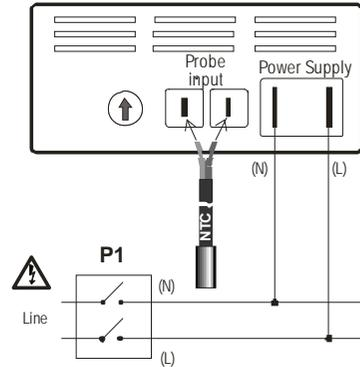

Fig.1
3. INSTALLAZIONE – VERSIONE 230V O 115 (FIG.1)
3. ⚠ **Disinserire l'alimentazione del quadro attraverso l'interruttore generale (P1 in Fig.1).**
11. Se possibile si consiglia di collegare la fase (L) al fast-on di destra e il neutro (N) al fast-on di sinistra come indicato.
5. DISINSTALLAZIONE E SOSTITUZIONE SONDA (FIG.1)
1. ⚠ **Staccare alimentazione dal quadro dove è inserito lo strumento attraverso l'interruttore generale (P1 in Fig.1).**